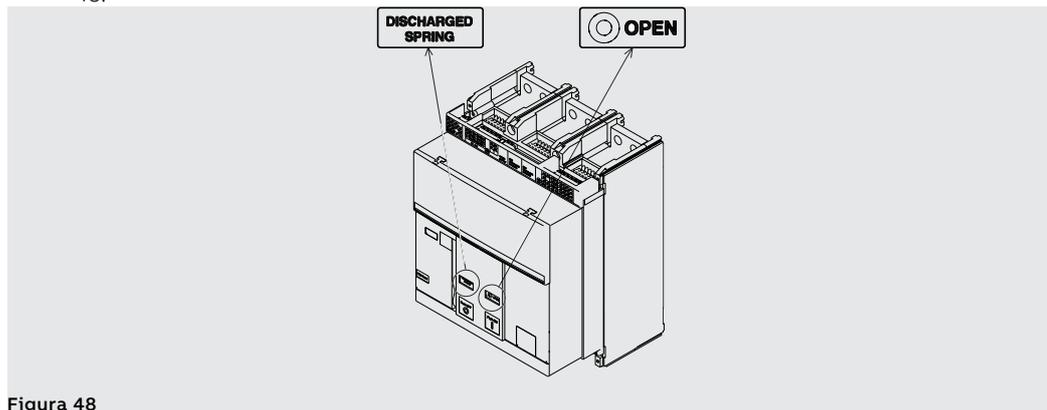

Figura 48
- Controllare che l'interruttore sia aperto (segnalatore aperto/chiuso "O - OPEN"), e controllare che le molle siano scariche (segnalatore molle "bianco - DISCHARGED SPRING") come indicato in Figura 48.